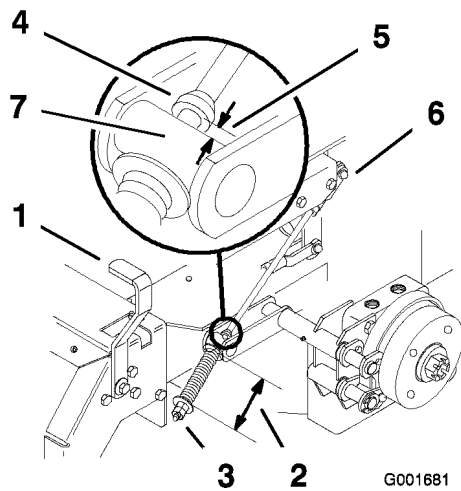

Figure 47
2. Mesurez la longueur du ressort ; les rondelles doivent être distantes de 74 mm (Figure 47).
- A. Desserrez l'écrou de blocage situé sous le ressort et serrez l'écrou directement au-dessous de la chape (Figure 47).
6. Mesurez la distance entre le galet de tourillon et le collier sur la tige de frein. Elle doit être comprise entre 5 et 7 mm (Figure 47).
- B. Tournez les écrous de réglage inférieurs jusqu'à obtention de l'écart voulu (Figure 47).